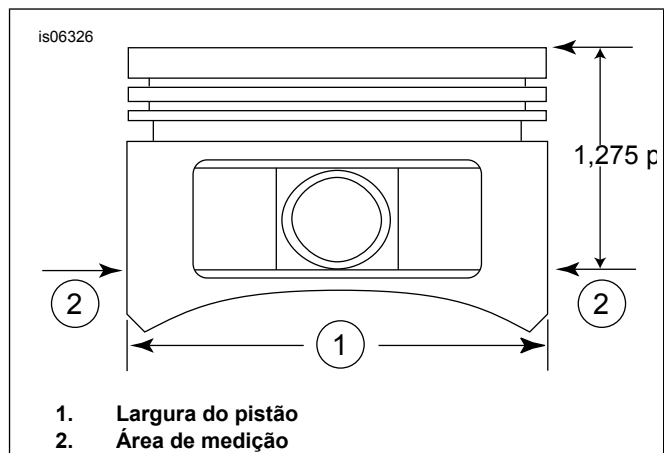

Figura 2. Medidas do Pistão
5. Ver Figura 2. Meça a largura do pistão (1) a 90 graus na horizontal de ambos os lados do orifício do pino do pistão e a 1,275 pol. abaixo da superfície da plataforma (topo) do pistão (2). Para obter informações sobre o ajuste do cilindro ao pistão neste ponto, consulte a tabela 11.